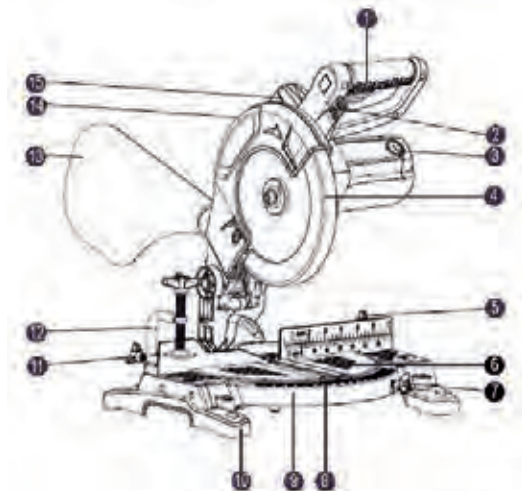
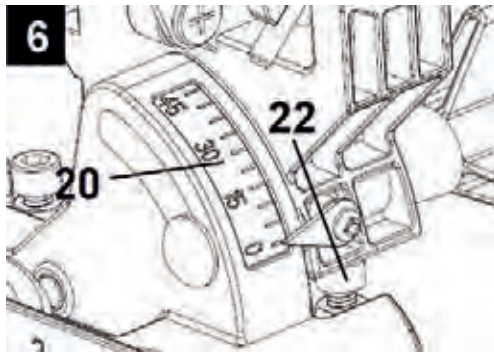
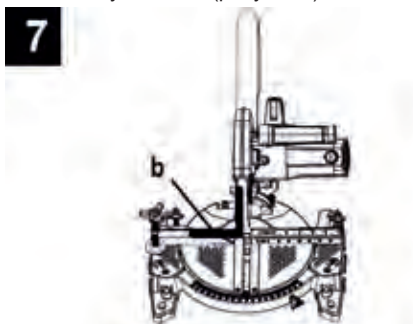
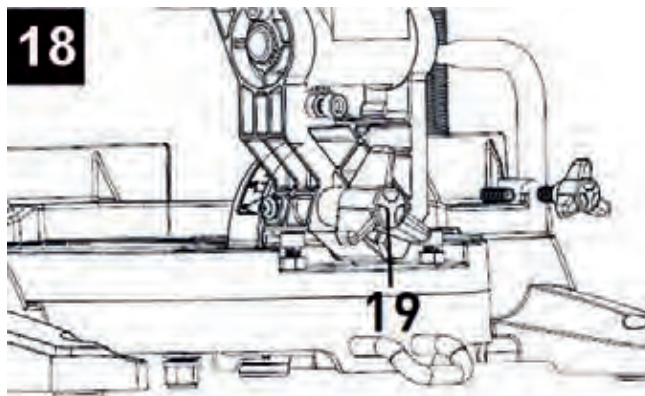

Рисунок 1
Рисунок 6
Рисунок 7
Рисунок 18
20. Шкала наклона режущей головки (рис. 6)
22. Винт ограничителя угла наклона режущей головки (рис. 6)
- Проверить при помощи угольника угол установки угла наклона пильного диска на 90° относительно плоскости поворотного стола (указатель угла наклона режущей головки на шкале (20, рисунок 6) должен указывать значение 0°).
- установить угольник (b, рисунок 7) между плоскостью пильного диска и плоскостью поворотного стола (6, рисунок 1) и с помощью вращения винта ограничителя угла наклона режущей головки (22, рисунок 6) добиться прилегания всех плоскостей поворотного стола и пильного диска к плоскостям угольника (рисунок 7).
- Убедитесь, что при опускании режущей головки пильный диск не касается вставки поворотного стола (8, рисунок 1) при разных углах наклона режущей головки.
- Убедитесь, что при опущенной режущей головке при разных вертикальных углах скоса пильный диск не входит в контакт с планкой для пропилов (вставкой-пазом поворотного стола) (8, рисунок 1), установленной в поворотном столе. В случае если пильный диск контактирует с планкой для пропилов, необходимо ослабить винты крепления планки и выровнять планку по всей длине горизонтального хода пильного диска, после чего винты затянуть.
Для установки необходимого угла вертикального скоса разблокируйте рычаг устройства фиксации угла наклона режущей головки (19, рисунок 18) поворотом против часовой стрелки. Установите необходимый угол вертикального скоса по шкале угла наклона режущей головки (20, рисунок 6). Угол вертикального скоса может быть установлен на любой угол между 0° и 45° с наклоном режущей головки влево. Зафиксируйте положение режущей головки с выбранным углом скоса рычагом устройства фиксации угла наклона режущей головки (19).